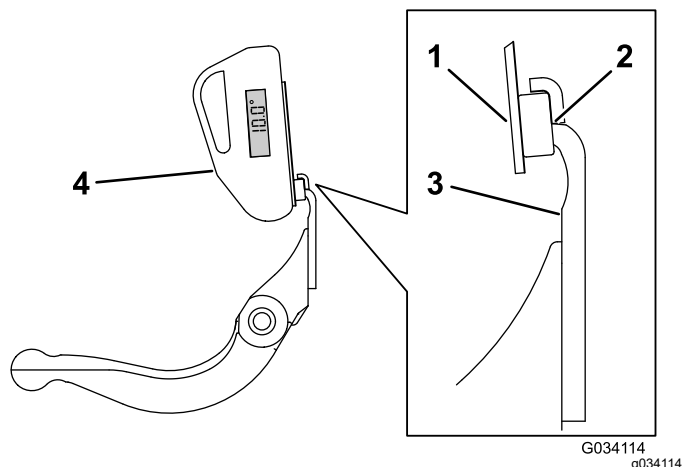

Figura 24
3. Coloque el soporte del indicador de ángulo sobre el filo de la contracuchilla de manera que el borde del imán esté enrasado con el filo de la contracuchilla (Figura 24).
4. Coloque el indicador de ángulo en el soporte, según se muestra en Figura 24.